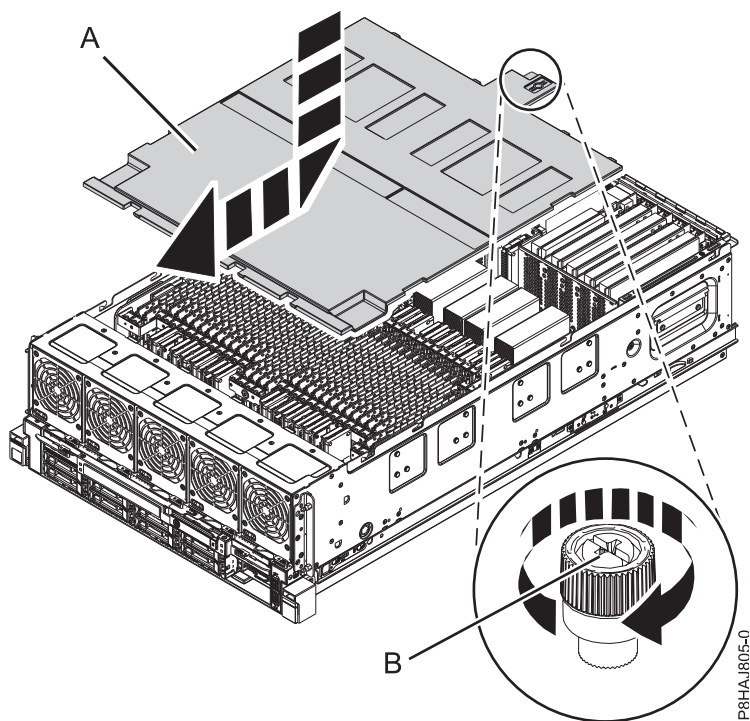

Figura 41. Substitució de la coberta de seguretat
2. Empenyeu la coberta de seguretat (A) cap al xassís.
3. Colleu el cargol de mà (B) fent-lo girar en la direcció que es mostra a la Figura 41 a la pàgina 82 per fixar la coberta de seguretat al xassís.